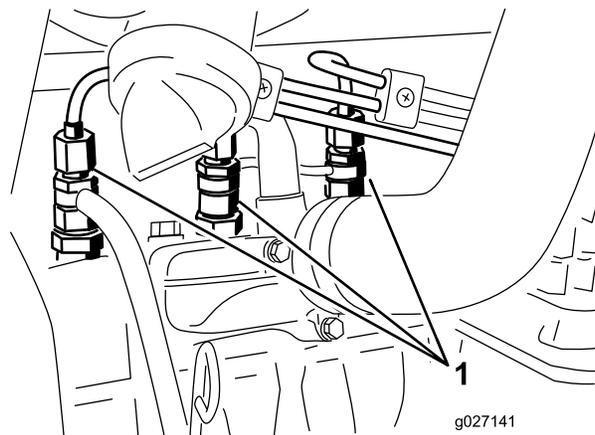

図 56
1. 燃料噴射ポンプの No.1インジェクタノズル 図 56 へのパイプ接続部をゆるめる。